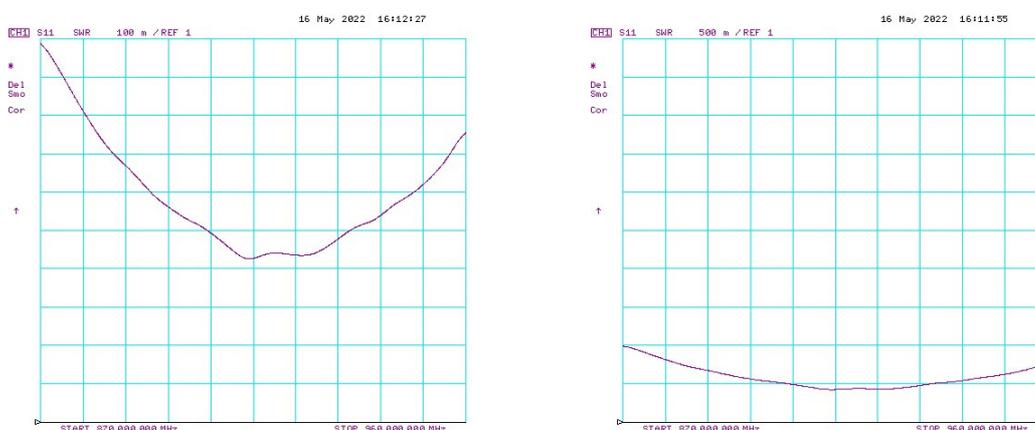

Figura 4.3
- **Uso bizzarro delle scale nei grafici.** A volte nelle schede tecniche i dati in forma grafica vengono riportati in forma poco chiara semplicemente perché si tende ad utilizzare scale "furbe". Se guardiamo la **Figura 4.3**, che riporta il ROS della stessa antenna su entrambe le immagini, non risulta subito evidente che la spaziatura delle ordinate è differente a sinistra (0.1/div) ed a destra (0.5/div). Ovviamente l'immagine di sinistra mi permette di conoscere con maggior accuratezza l'andamento del ROS con la frequenza, mentre l'immagine a destra è sicuramente più appagante.